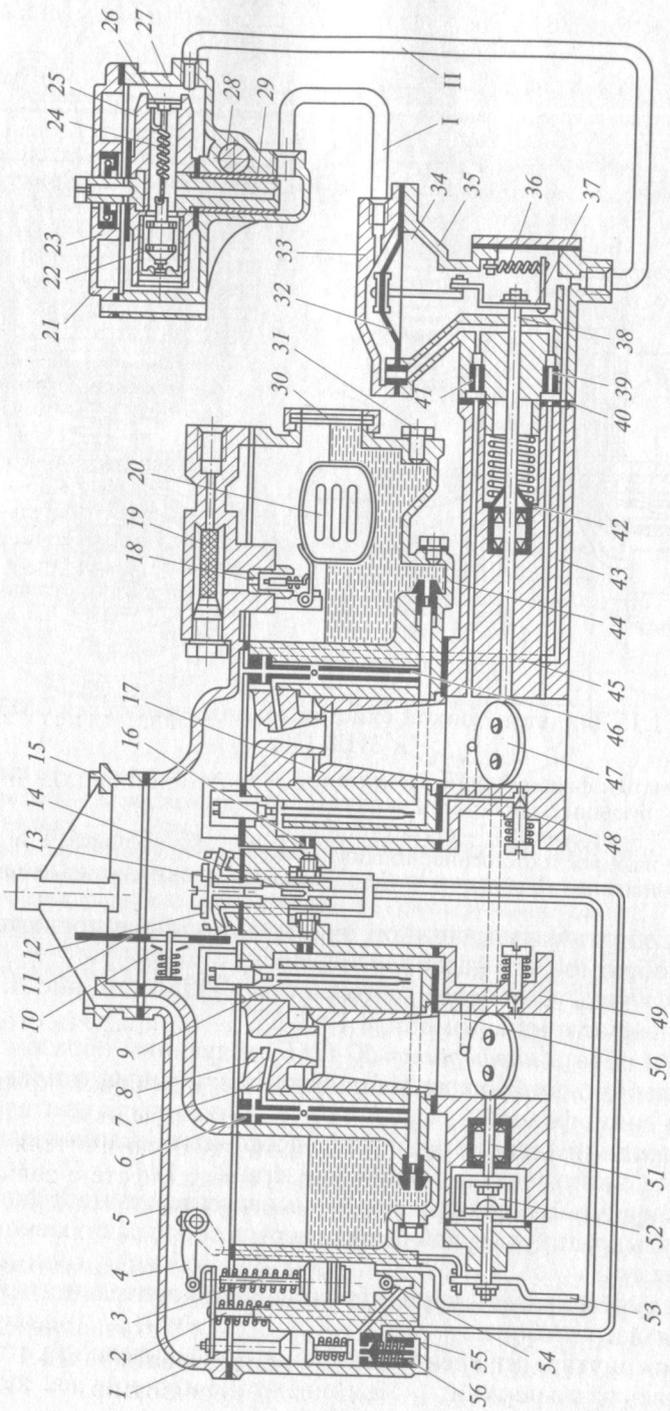

Рис. 1.16. Карбюратор К-126Б и регулятор частоты вращения коленчатого вала:
11. Изучить устройство карбюратора К-126Б (см. рис. 1.16), устанавливаемого на автомобиле ГАЗ-53.